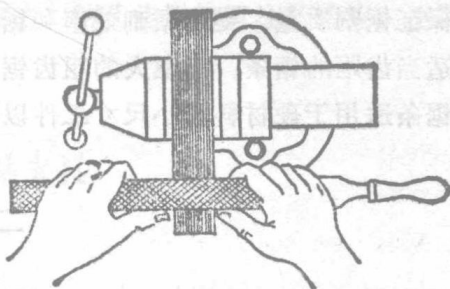

图 1-13 推锉
3. 推锉 当工件表面已锉平、加工余量很小时，为了提高表面光洁度和修正尺寸，可用推锉方法，见图 1-13。